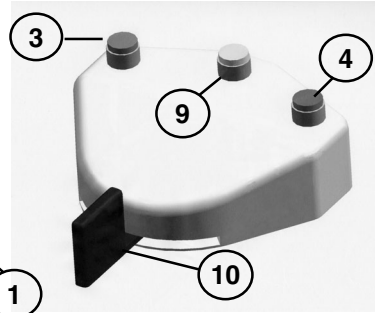

Fig. 7
- Botón encendido/apagamiento bomba del agua (1) con testigo luminoso de led naranja que indica que se ha verificado el encendido;
- botón "reverse" (2) con testigo luminoso de led naranja; si la función seleccionada prevé la normal rotación de los utensilios el led debe estar apagado;
- los mismos dos mandos arriba descritos se repiten en el pedal (fig. 7), en el que el botón verde de la izquierda (3) gobierna el encendido y el apagamiento de la bomba de agua, mientras que el botón de la derecha (4) permite invertir el sentido de rotación de los utensilios;
- botones de variación "Up ▲" (5) y "Down ▼" (6) del campo seleccionado en el monitor (8);
- botón "shift" (7) para seleccionar el campo a modificar en el monitor (8);
- en el monitor (8) se visualizan en dos líneas los parámetros modificables, los que deben seleccionarse mediante el botón "shift" (el cursor centellea en el campo seleccionado) para poder modificar a continuación los valores mediante los botones "Up ▲" y "Down ▼";
- el pedal (fig. 7) dispone de un botón amarillo (9) que -en combinación con los botones verde (3) o rojo (4)- permite cambiar el programa predispuesto; dispone también de una palanca (10) con cuyo desplazamiento es posible activar el motor y modificar su velocidad hasta alcanzar el valor máximo previsto precedentemente en el programa.